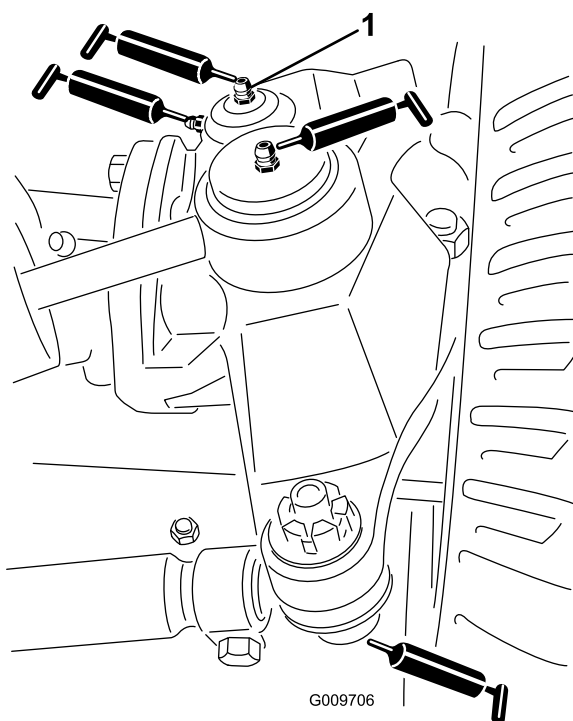

Figura 22
- Giunti sferici (2) del cilindro di sterzo (**Figura 22**)
- Giunti sferici (2) del tirante (**Figura 22**)
- Boccole (2) del perno del fuso a snodo (**Figura 22**). **Il raccordo superiore sul perno del fuso a snodo richiede soltanto una lubrificazione annuale (2 pompate).**